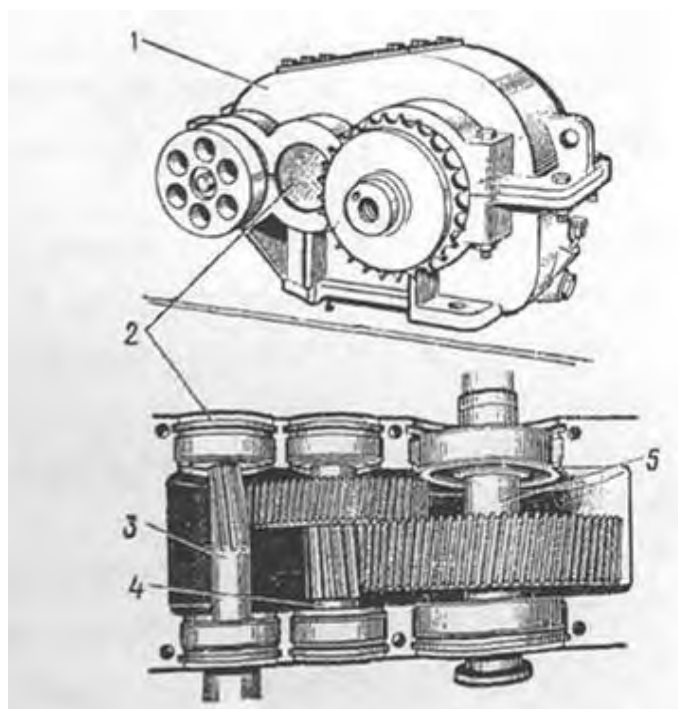

Рисунок 1 – Двухступенчатый редуктор: 1 – крышка редуктора; 2 – подшипниковые узлы; 3 – входной вал; 4 – промежуточный вал; 5 – выходной вал
2. Ознакомиться с внутренним устройством редуктора (рисунок 1), обратить внимание на способ смазки зацепления и подшипников.